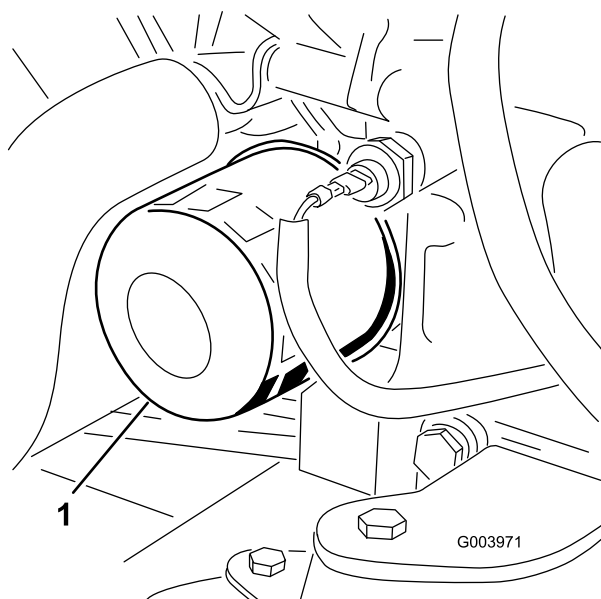

Figura 58
3. Retire o filtro do óleo (Figura 58).